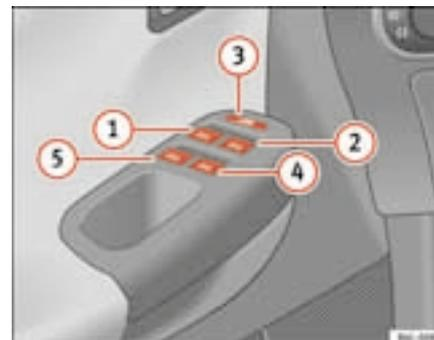

Fig. 51 Dettaglio della porta del conducente: comandi per l'apertura e la chiusura dei finestrini anteriori e posteriori
I tasti ⇒ pag. 89, fig. 51 ① e ② hanno due livelli per l'apertura e due per la chiusura dei finestrini. In questo modo è più facile eseguire le operazioni di apertura e chiusura.